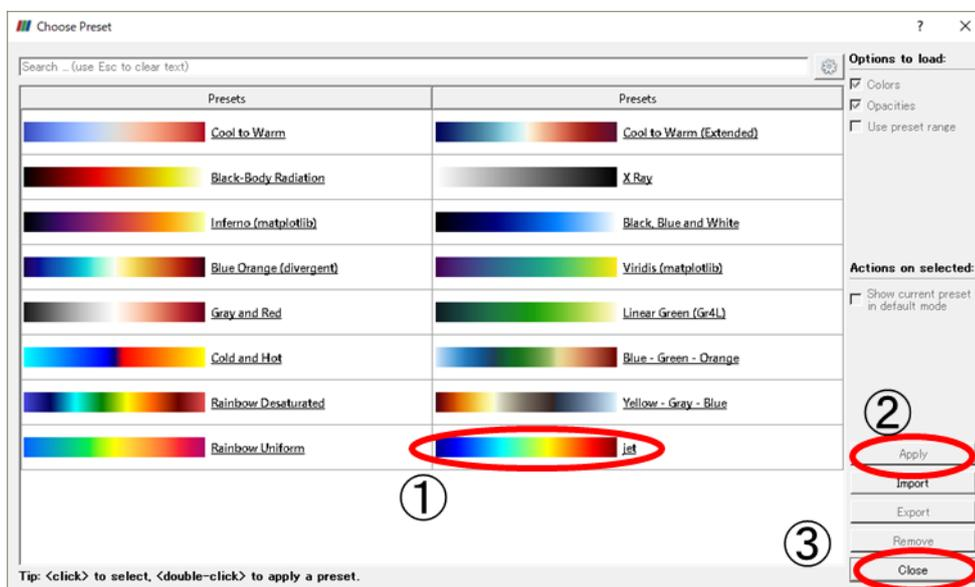

図 3.7-12 定型カラーマップ選択ダイアログ
表示された「Choose Preset」ダイアログ(図 3.7-12)において「jet」(赤丸①)を選択するとほぼ良く使用されるカラーマップとなります。右下の一群のボタンのうち「Apply」(赤丸②)をクリックした後、「Close」(赤丸③)でダイアログを閉じて下さい。